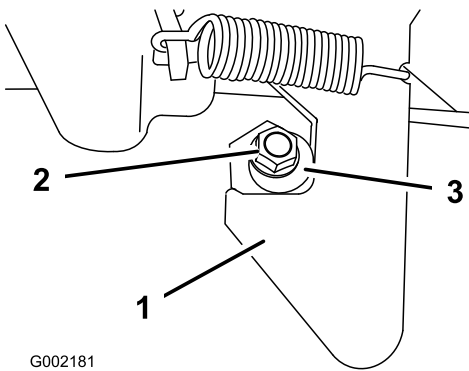

図 20
1. ラッチポストの端についているナット図 20 をゆるめる。
2. ラッチポストを右回りに回転させてラッチにちょうどはまるようにし、その位置でナットを締める図 20。